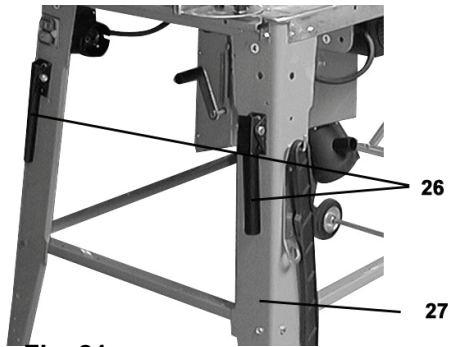

Fig. 21
- Montez la pièce 26 sur la patte (voir fig. 21) à l'aide des vis à six pans M8x45 et vis femelles M8.